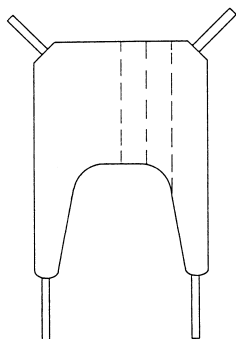

Abb. 7
- Den Gurt längs bis zur Hälfte einrollen (**Abb. 7**).